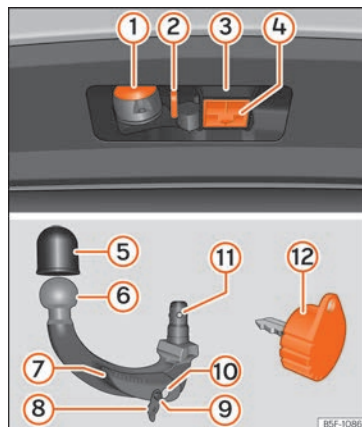

Abb. 298 Halterung der Anhängervorrichtung / Anhängerkupplung / Schlüssel
- Der obere Bereich der Aufnahme der Anhängerkupplung ist mit Schmierfett versehen »» Abb. 298 ③. Wenn Sie die Vorrichtung verwenden, stellen Sie sicher, dass das Fett nicht entfernt wurde.
- Den Verschlussdeckel der Hakenaufnahme » Abb. 298 ④ nach unten abnehmen.